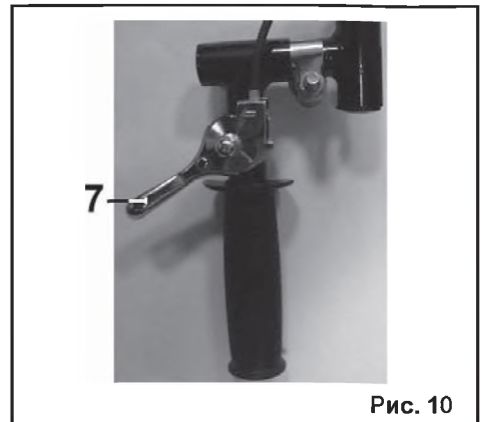

Рис. 10
7.5.1. Для установки тросика дроссельной заслонки (40) поверните рычаг дроссельной заслонки (7), как показано на рис. 10.